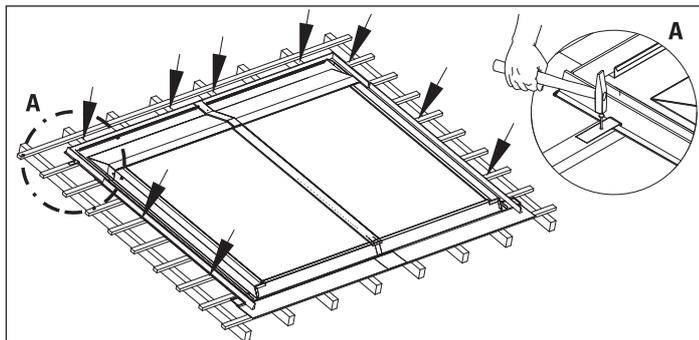

Fig. 3-53 Étape 12
12. Fixer les côtés extérieurs des tôles de couvertures supérieures et des pièces latérales par deux ou trois adhésifs (compris dans la livraison) sur la construction de lattes voliges (fig. 3-53).